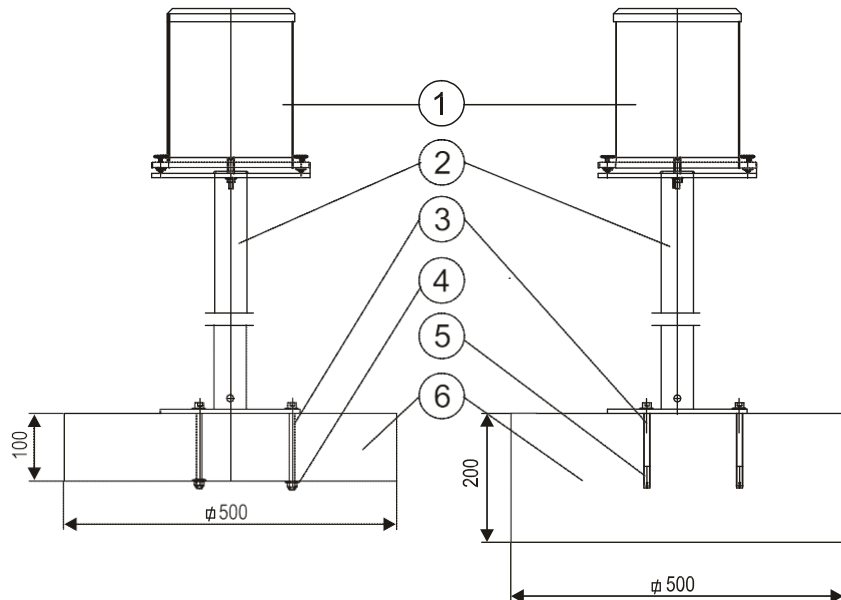

图 8 雨量计支架地基
1. 利用提供的螺栓（3）将支架（第 16 页图 8 编号 2）附着在一个地基（6）上，您有两个可选方案：